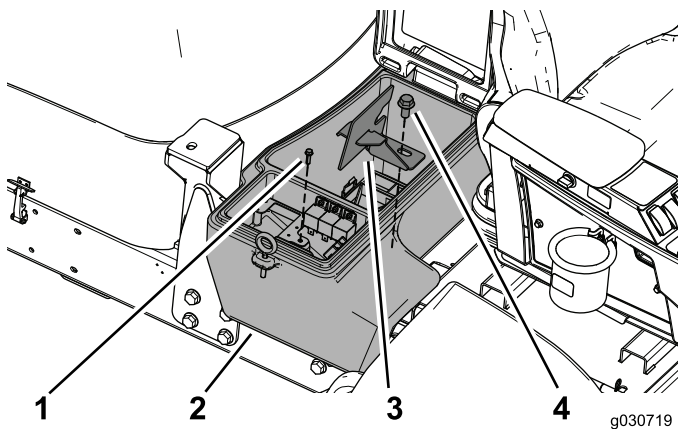

Figura 22
5. Utilice el tornillo para fijar la placa del arnés de cables, y el perno (1/2" x 1") para fijar la pieza de fijación del compartimento de la batería y el compartimento de la batería a la máquina (Figura 22).